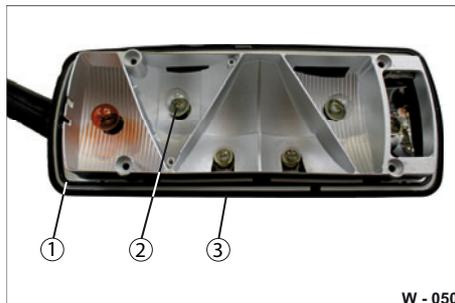

Abb. 49 Heckleuchte geöffnet
- ▶ Setzen Sie die äußere Lichtscheibe dicht auf das Gehäuse (Abb. 49/3).
- ▶ Achten Sie auf den richtigen Sitz der Dichtung (Abb. 49/1). Erneuert Sie beschädigte / gerissene Dichtungen.